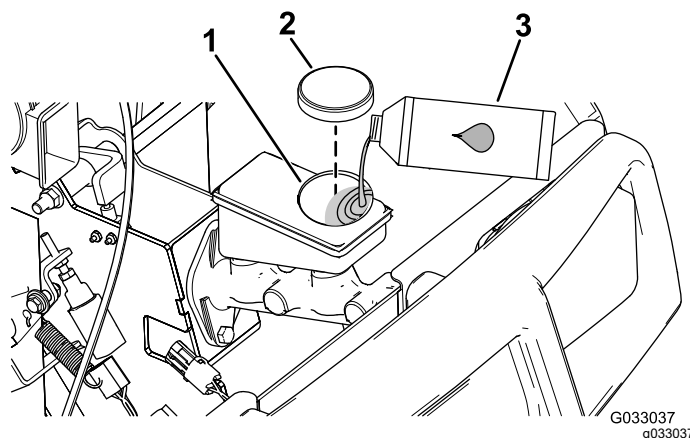

図 48
1. フードを持ち上げてブレーキのマスタースリンダとブレーキ液タンクにアクセスできるようにする図 48。